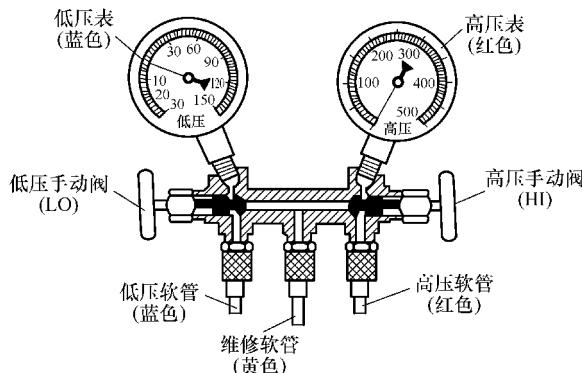

图 7-31 歧管压力表的结构
(1) 歧管压力表的结构 歧管压力表主要由低压表和高压表、低压手动阀和高压手动阀、3个软管接头(1个接低压工作阀，1个接高压工作阀，1个接制冷剂源罐或真空泵吸入口)及表座组成，如图7-31所示。
(2) 歧管压力表工作原理